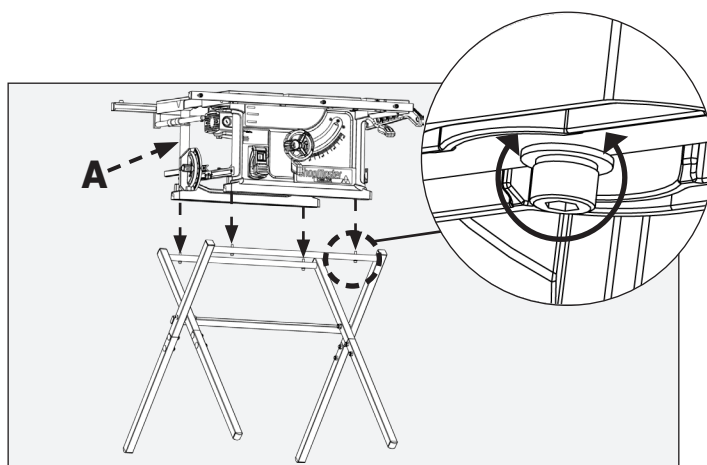

FIGURA 7
Coloque la sierra (A) en el conjunto de la base mientras alinea los orificios de los tornillos del soporte de la sierra con los orificios roscados de la base de la sierra (FIGURA 7). Apriete los tornillos de cabeza hexagonal para fijar el conjunto del soporte a la sierra.